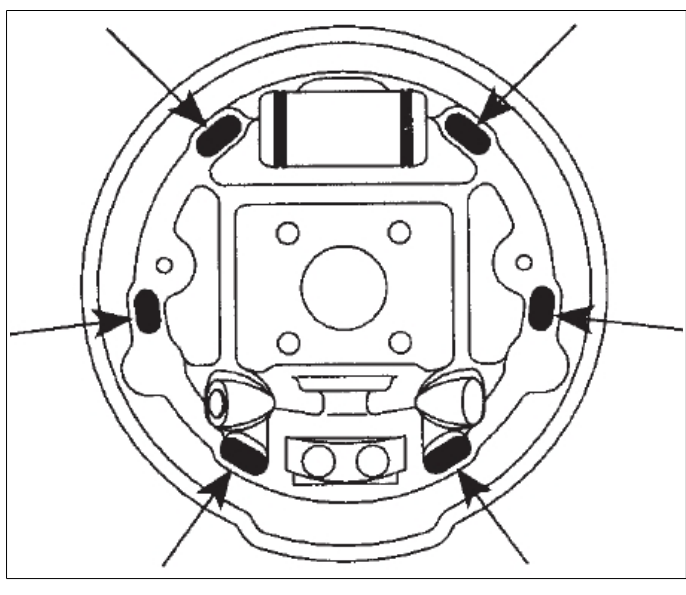

Fig. 10
11. Applicare sulle superfici di supporto delle ganasce dei freni sulla piastra di ancoraggio un sottile strato di grasso Molykote o pasta di rame (Fig. 10).